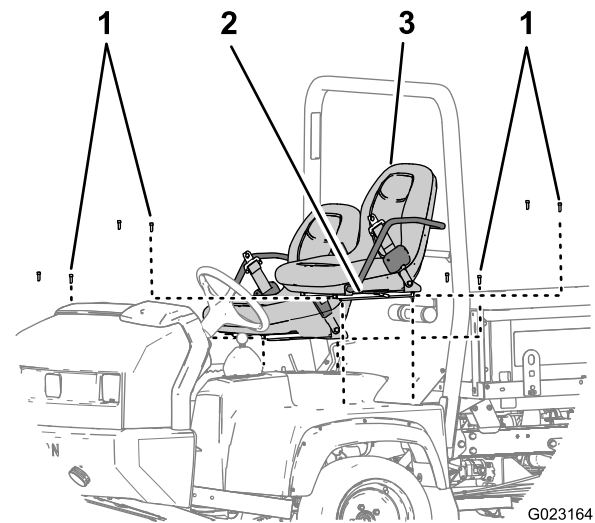

Bild 9
- Nehmen Sie die acht Sechskantschrauben ab, mit denen die Sitzschienen des Sitzes am Chassis befestigt sind, und nehmen Sie die Sitze ab (Bild 9).
- Wiederholen Sie Schritt 1 für den anderen Sitz (Bild 9).